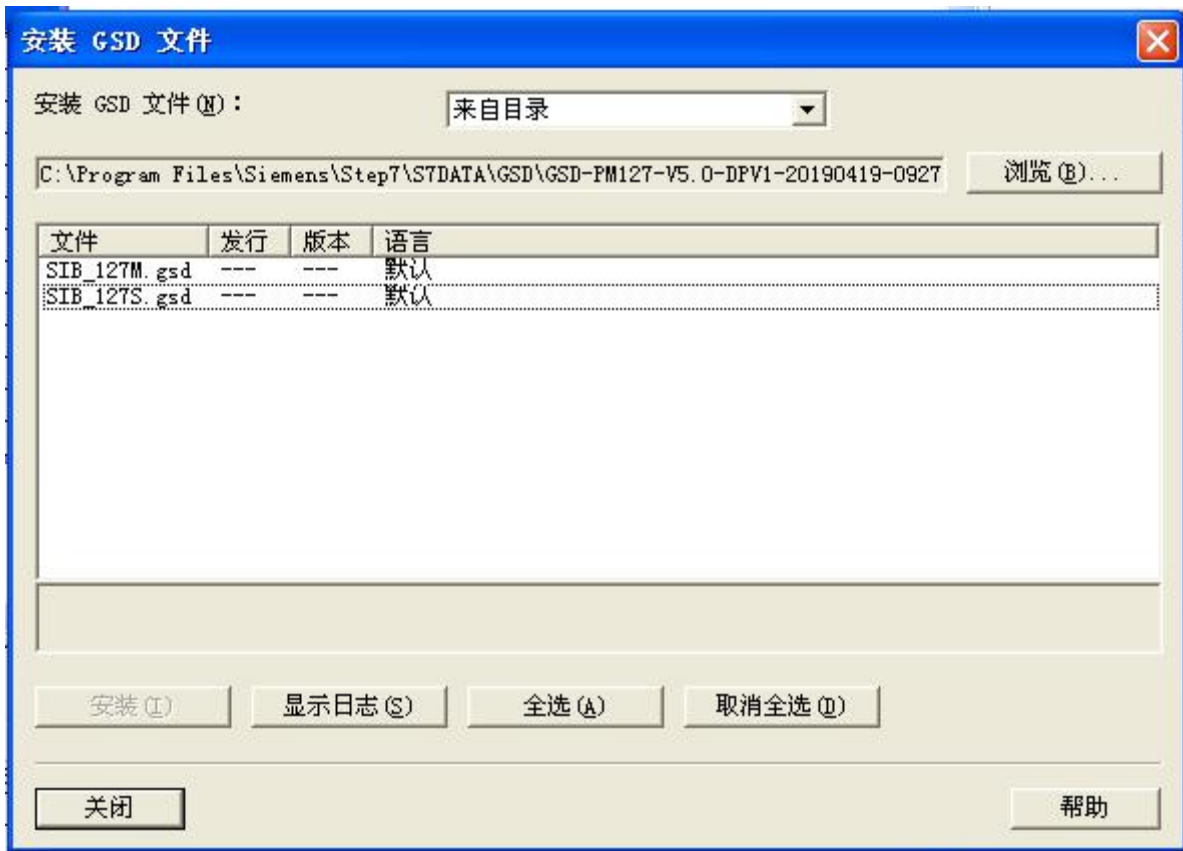

图 7
2. 弹出如图 7 所示窗口，选择 SIB_127M.gsd 或者 SIB_127S.gsd，点击“Install”，注册完后，单击“Close”，关闭注册窗口。